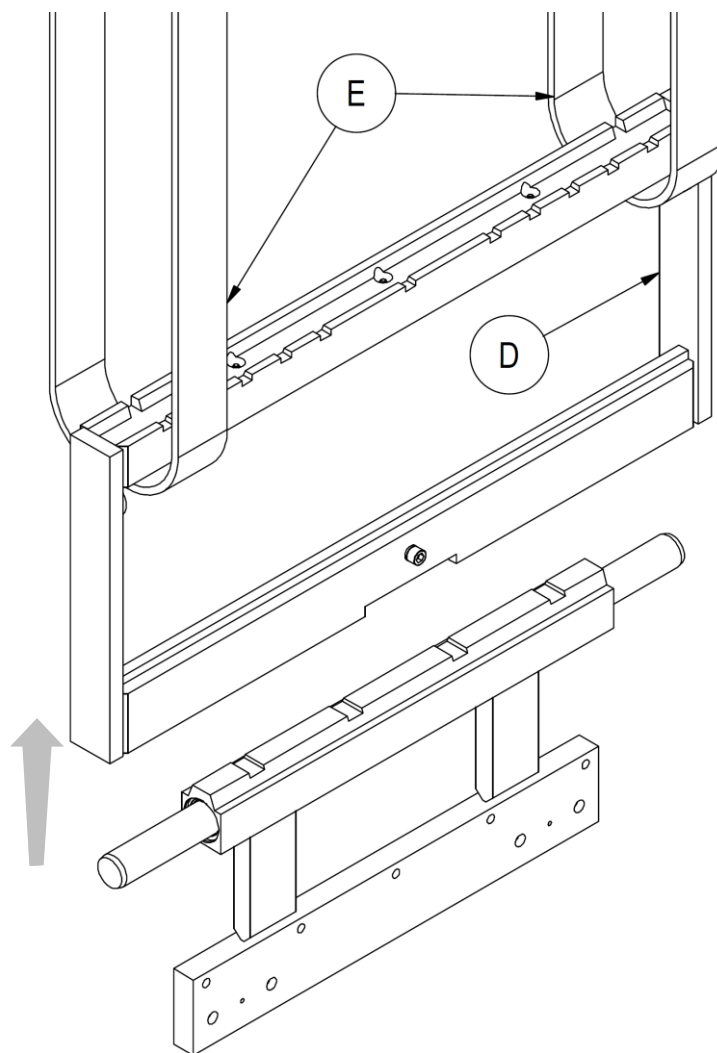

Abbildung 3
6. Entfernen Sie den beweglichen Rahmen **D** (siehe *Abbildung 3*) mit Hilfe von Hebebändern **E**, die dem Gewicht des Anbaugeräts angemessen sind, indem Sie ihn mittels eines Laufkrans oder eines Hebezeugs mit ausreichender Tragkraft heben.
2. Entfernen Sie den beweglichen Rahmen mit Hilfe von angemessenen Hebebändern, wie in *Abbildung 3* auf Seite 10 aufgezeigt.